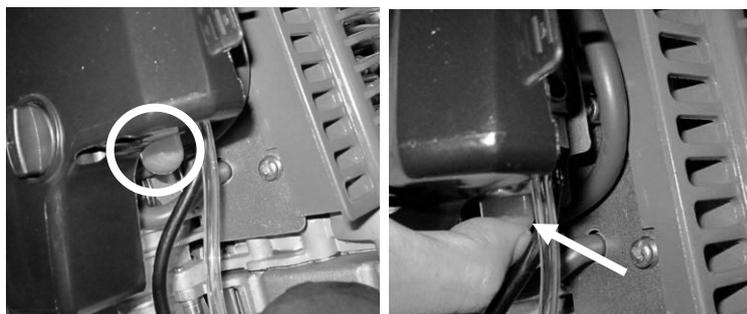

Fig.10
- 1) Pressez plusieurs fois la poire d'amorçage jusqu'à ce que le carburant afflue dans la poire. (fig.10)